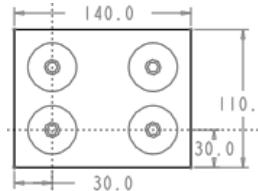

图 22.5 截面草图
(1) 选择命令。单击 模具 功能选项卡 形状 ▾ 区域中的 拉伸 按钮。系统弹出“拉伸”操控板。
(2) 创建实体拉伸特征。
① 在绘图区中右击，从系统弹出的快捷菜单中选择 定义内部草绘... 命令。然后选择 ADM1 基准平面作为草绘平面，草绘平面的参考平面为 MOLD_RIGHT 基准平面，方向为 右。单击 反向 按钮，单击 草绘 按钮，系统至此进入截面草绘环境。
② 进入截面草绘环境后，选取 MOLD_FRONT 和 MOLD_RIGHT 基准平面为草绘参考，绘制图 22.5 所示的截面草图。完成截面草图的绘制后，单击“草绘”操控板中的“确定”按钮 。
③ 选取深度类型并输入深度值。在操控板中选取深度类型 (“定值”), 再在深度文本框中输入深度值 50.0，并按回车键，然后单击 按钮。
④ 完成特征。在“拉伸”操控板中单击 按钮，完成特征的创建。